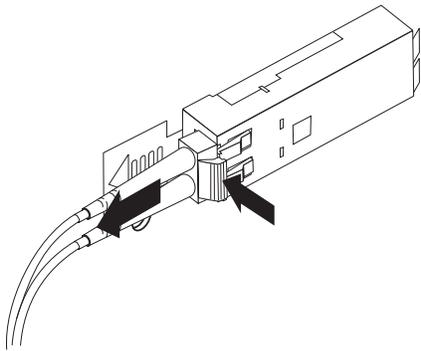

Figura 32. Removendo o cabo Fibre Channel LC-LC
2. Puxe cuidadosamente o conector para remover o cabo do módulo SFP, como mostra a Figura 32.